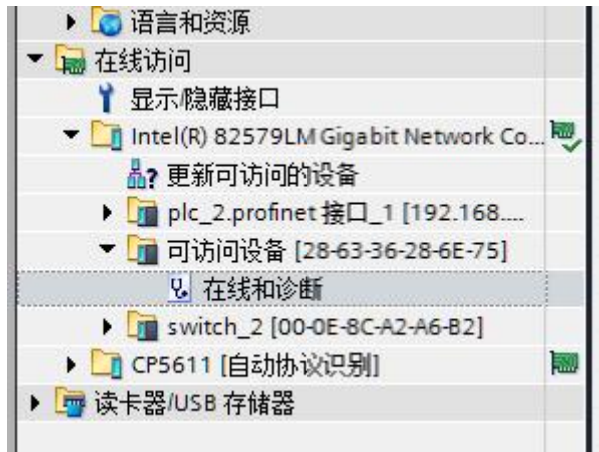

图 2-9 在线搜索 PLC\_5
3. 如果实际的 PLC\_5 接口没有分配 IP 地址，则无法路由到 PLC\_5。此时可以直接下载硬件组态至 PLC\_5 或者先给 PLC\_5 分配 IP 地址，使用 TIA 博途即可以指定 PLC 的 IP 地址。首先将 PG/PC 的以太网卡直接与 PLC 的以太网接口用网线连接，然后在 TIA 博途左侧项目树的“在线访问”中，找到与 PLC 连接的网卡，点击“更新可访问设备”选项，找到 PLC\_5 对应的设备，双击“在线和诊断”，如图 2-9 所示。